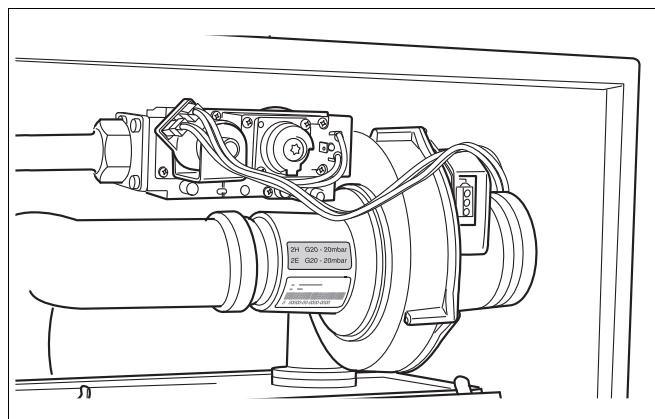

Fig. 63 Verificare il tipo di gas erogato
- Verificare se il tipo di gas erogato è identico a quanto riportato sull'adesivo "Tipo di gas" (fig. 63).